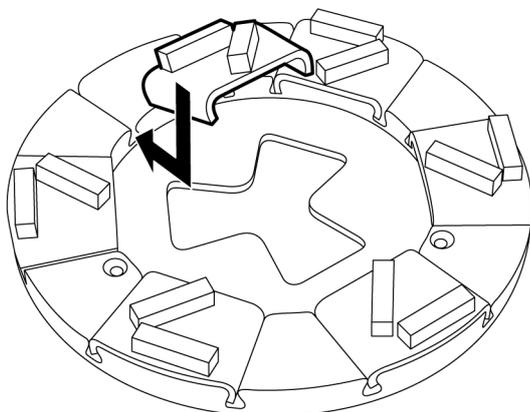

Figure 4-3. Mise en place de l'outil de ponçage
1. Insérez l'outil de ponçage par le haut, légèrement de travers, dans la rainure de guidage du support, voir Figure 4-3, page 16. Introduisez ensuite l'outil complètement dans la rainure de guidage.
2. Insérez le nouvel outil de ponçage par le haut, légèrement de travers, dans la rainure de guidage du support, voir *Figure 4-3, page 16*. Introduisez ensuite l'outil complètement dans la rainure de guidage.